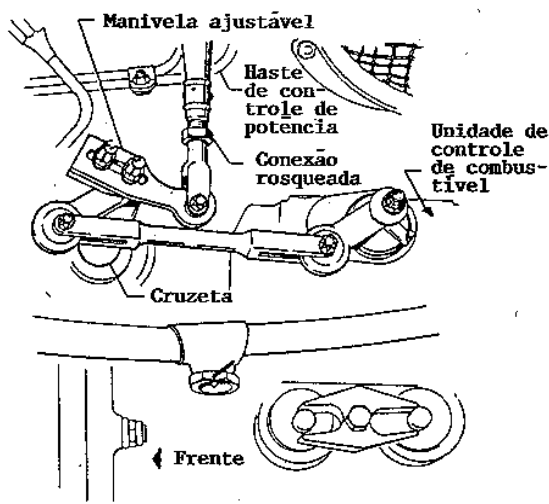

Figura 8-18 Pontos de desconexão do comando de potência.
(5) Desconectar a haste da alavanca de controle (figura 8-18) da manete de controle de potência, mantendo-a presa (amarrada na estrutura da nacele).